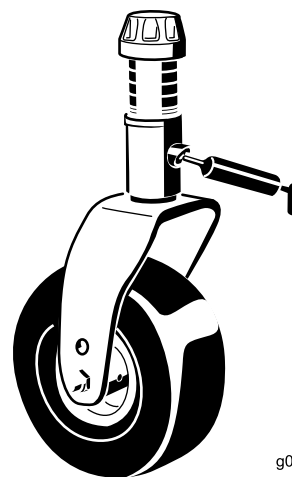

Figura 67
- Casquillos del eje de la horquilla de la rueda giratoria (2) (Figura 67)